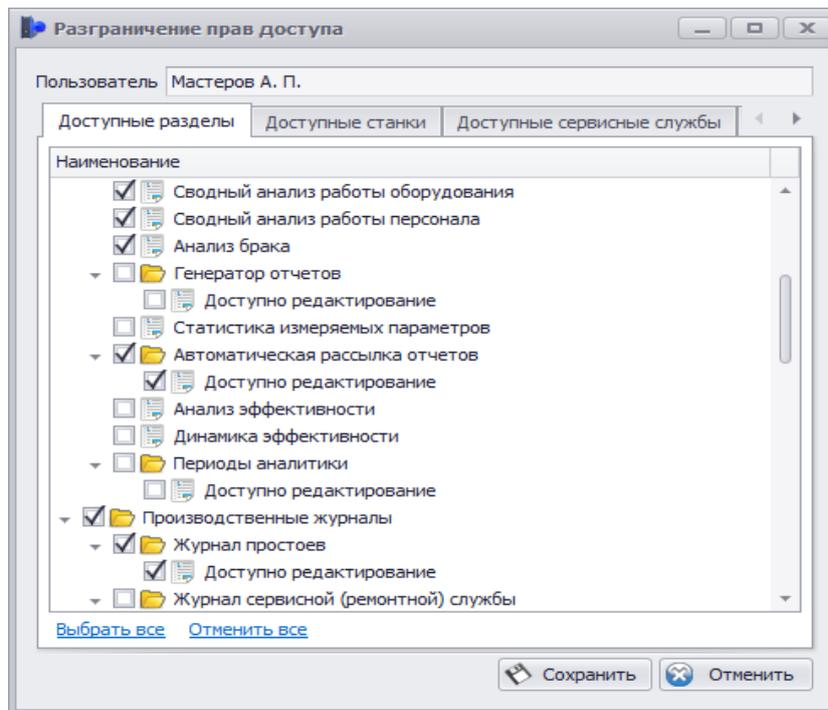

Рис. 3.3 Сервер. Справочник «Пользователи и права»
2. Возможность просмотра Журнала простоев, ручной ввод причины простоя, редактирование заявки о простое для пользователей приложения «Клиент» определяется на сервере АИС Диспетчер в разделе «Пользователи и права» (рис. 3.3)